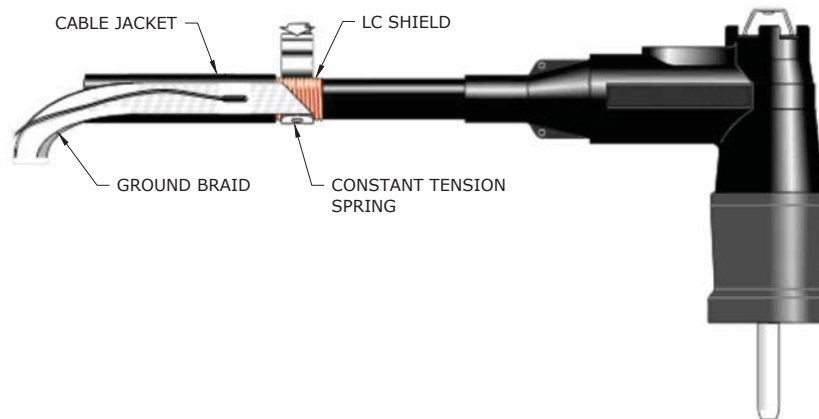

FIGURE 6
STEP 18: RUB THE EXPOSED PORTION OF THE LC SHIELD WITH 240 GRIT ALUMINUM OXIDE CLOTH IN ORDER TO REMOVE ANY SURFACE FILM THAT MIGHT BE PRESENT. (WIRE BRUSHING COULD DAMAGE THE LC SHIELD.) POSITION THE PREFORMED GROUND BRAID, WITH THE "U" SECTION OVER THE EXPOSED LC SHIELD WITH THE FOLDS FACING OUTWARD AND THE TWO TAILS EXTENDING ALONG THE CABLE JACKET. SEE **FIGURE 6**.
STEP 19: SECURE THE BRAID TO THE LC SHIELD BY WRAPPING A CONSTANT TENSION SPRING AROUND THE PORTION OF THE BRAID THAT IS POSITIONED OVER THE LC SHIELD AS SHOWN IN **FIGURE 6**. BE CERTAIN TO TWIST THE LAST WRAP OF THE SPRING TO INSURE THAT IT IS TIGHT.